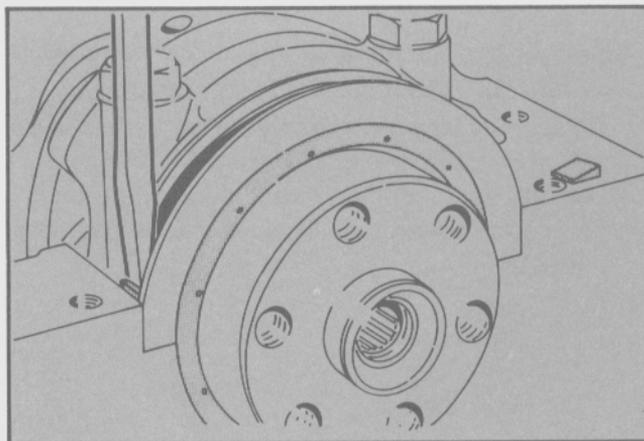

Fig. 43 - Instalación de las cuñas de sellado
- Cubrir las cuñas de sellado de la tapa de bancada trasera con compuesto sellador, e introducirlas con un destornillador plano. La superficie redondeada de la cuña de sellado posee una marca roja, dicha marca debe orientarse hacia la tapa de bancada (Fig. 43).